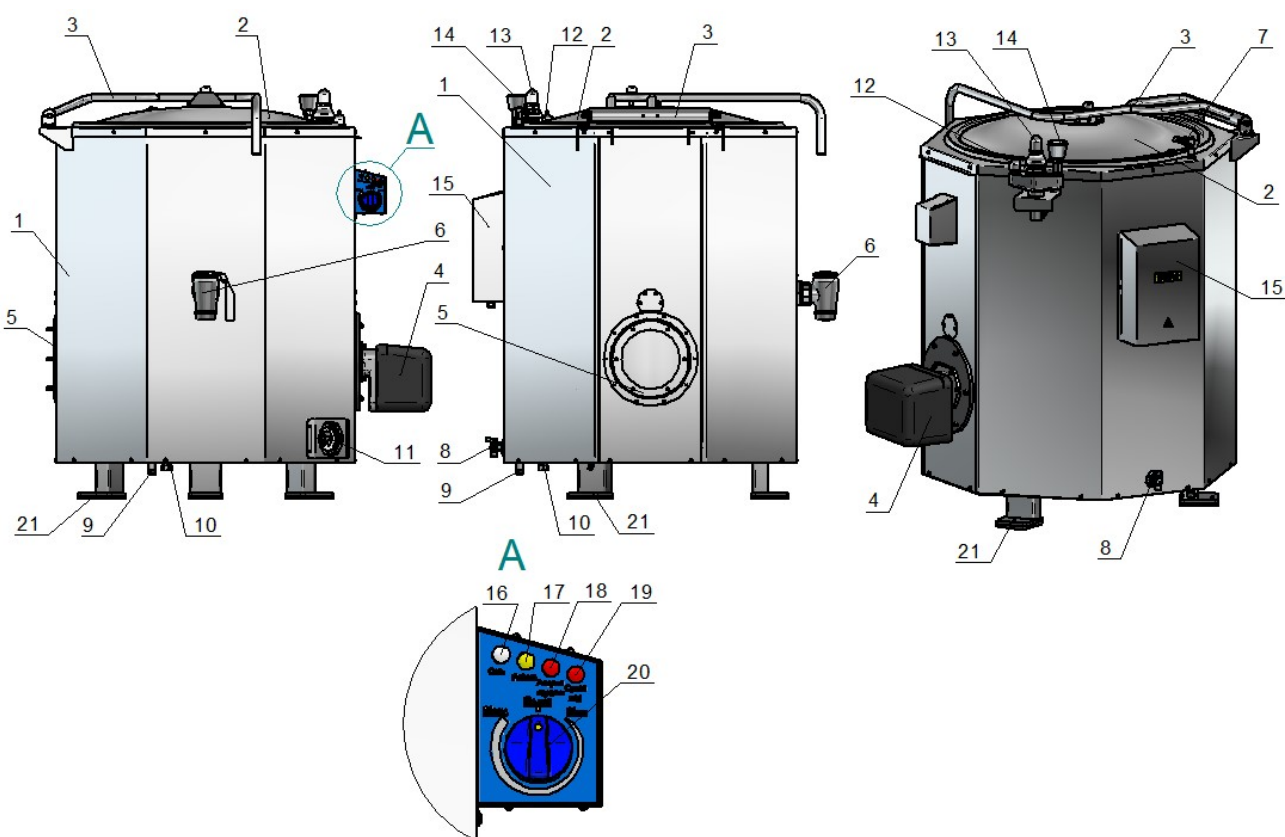

Рис. 1
Устройство котла приведено на рис. 1.
Уровень воды, заливаемый в парогенератор через заливную воронку (рис. 1 поз. 14), контролируется краном уровня (рис. 1 поз. 8). Контроль полного погружения в воду жаровой трубы теплообменника обеспечивают два датчика контроля уровня воды (датчики «сухого хода») и электронный блок. Под термином «Сухой ход» принято понимать положение, при котором детали теплообменника вследствие понижения уровня воды в «рубашке» оказываются полностью или частично не погружены в воду.
Вода в варочный сосуд котла подается через кран залива (рис. 1 поз. 7), подключение которого к водопроводной трассе осуществляется через сгон 9 и шланг подвода с резьбовой гайкой (G $\frac{3}{4}$ ”).
Крышка варочного сосуда (рис. 1 поз.2) при открытии фиксируется при помощи газовых пружин механизма подъема крышки 3.
Слив содержимого из варочного сосуда производится через сливной кран (рис. 1 поз. 6). Отверстие к сливному крану, расположенное внутри сосуда, закрывается съемным фильтром.
- сигнальная лампа «Сеть» (Рис. 1 поз. 16, белый светофильтр);
- светосигнальная арматура «Работа» (Рис. 1 поз. 17, желтый светофильтр);
- сигнальная лампа «Авария горелки» (Рис. 1 поз. 18, красный светофильтр);
- сигнальная лампа «Сухой ход» (Рис. 1 поз. 19, красный светофильтр);
- переключатель мощности (Рис. 1 поз. 20).
На передней облицовочной панели установлен электроконтактный манометр (рис. 1 поз. 11).
Заливная воронка с краном служат для залива воды в паровую рубашку (рис. 1 поз. 14).
Для предотвращения чрезмерного повышения давления в пароводяной рубашке установлен предохранительный клапан (рис. 1 поз 13), который срабатывает при превышении давления в рубашке (50÷65) кПа (0,50÷0,65 кгс/см²). Для предотвращения создания чрезмерного разрежения установлен вакуумный клапан (рис. 1 поз. 12), который срабатывает при создании разрежения в пароводяной рубашке более 0,01 кгс/см².
Регулирование величины мощности нагрева котла производится установкой ручки переключателя (рис. 1 поз 11) в положение «1», «2», «3», что соответствует слабому, среднему и сильному нагреву. Отключение нагрева производится установкой ручки переключателей в положение «0».
Электроконтактный манометр расположен на панели управления (рис. 1 поз. 16) и настроен на верхнее рабочее давление 0,60 кгс/см² и 0,45 кгс/см² - нижнее рабочее давление. При достижении давлением внутри рубашки котла верхнего значения давления электроконтактный манометр выдает сигнал на блок управления. В свою очередь блок управления формирует команду на отключение всех электронагревателей. Электронагреватель находится в отключенном состоянии, пока давление внутри рубашки не достигнет нижнего значения задания давления на электроконтактном манометре.
- на месте установки котла подведен многожильный гибкий кабель с сечением проводников 16мм² (например КГн5х16) и длина кабеля имеет запас по длине для подключения к клеммам расположенным внутри блока управления котла (рис. 1 поз. 9).
- установить заливную воронку на кран (рис. 1 поз. 6). Кран заливной воронки перевести в положение «Открыто»;
- на панели управления котла переключатель (рис. 1 поз. 11) установить в положение «0»;